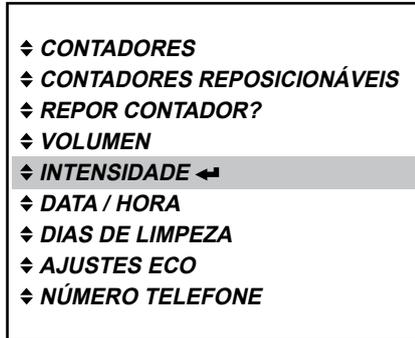

Fig. 58
1. Prima a tecla Enter **↵** para acessar o menu «INTENSIDADE». (Fig. 58)